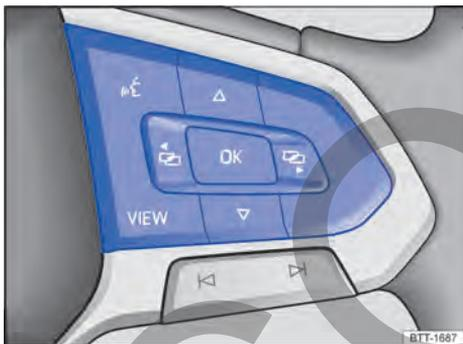

Fig. 18 Lado derecho del volante multifunción: teclas para utilizar los menús y las indicaciones informativas del cuadro de instrumentos.
Mientras haya una advertencia con prioridad 1, no se podrá acceder a ningún menú → pág. 21. Algunas advertencias se pueden confirmar y ocultar con la tecla **OK** del volante multifunción → fig. 18.
2. Si se muestra un mensaje o el pictograma de un vehículo, pulse la tecla **OK** → fig. 18; si es necesario, varias veces.
3. Para mostrar un menú y moverse por él, pulse la tecla **↔** o **↻** → fig. 18.
4. Para abrir el menú o la indicación informativa que se muestre, pulse la tecla **OK** → fig. 18 o espere unos segundos hasta que el menú o la
1. En el menú visualizado, pulse la tecla con flecha **△** o **▽** → fig. 18 hasta que se marque la opción de menú deseada. La opción aparece enmarcada.
2. Para realizar las modificaciones deseadas, pulse la tecla **OK** → fig. 18.
1. Pulse la tecla **↔** o **↻** → fig. 18.
1. Con la tecla **VIEW** → fig. 18 se cambia entre la representación clásica de los instrumentos circulares, la representación tipo gran escenario sin perfiles de información y la vista ampliada con perfiles de información destacados. La representación clásica muestra los grandes instrumentos circulares a los lados y, en el centro, el perfil de información seleccionado. Mantenga presionada la tecla **VIEW** para seleccionar en la lista los perfiles de información preajustados: